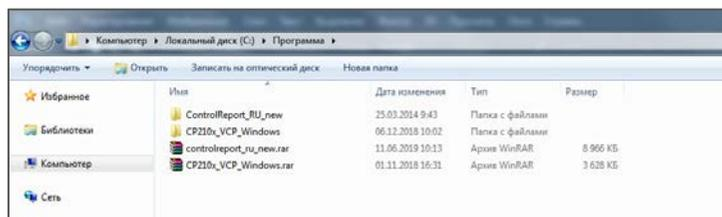

Рисунок 2.15 – Загруженное ПО
1. Скопировать драйвер «CP210x_VCP_Windows» и программу «ControlReport_RU_new» (архивы формата .rar) на жесткий диск компьютера или скачать актуальные версии с официального сайта NOVOTEST. После загрузки необходимо разархивировать данные и будет получено две папки: с драйвером и программой (рис. 2.15).